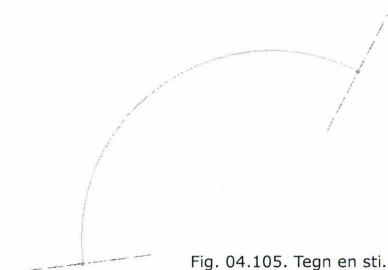

Fig. 04.106. Klik *Finish Edit Mode*.
- Klik *Finish Edit Mode* (Fig. 04.106) for at færdiggøre stien.